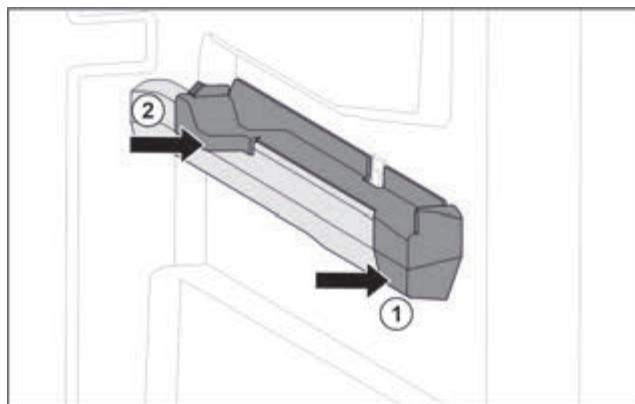

Fig. 72 Вставна частина на правому ребрі для резервуару
- Одягти вставну частину вперед на ребро резервуару. Fig. 72 (1)
- Притиснути вставну частину позаду. Fig. 72 (2)